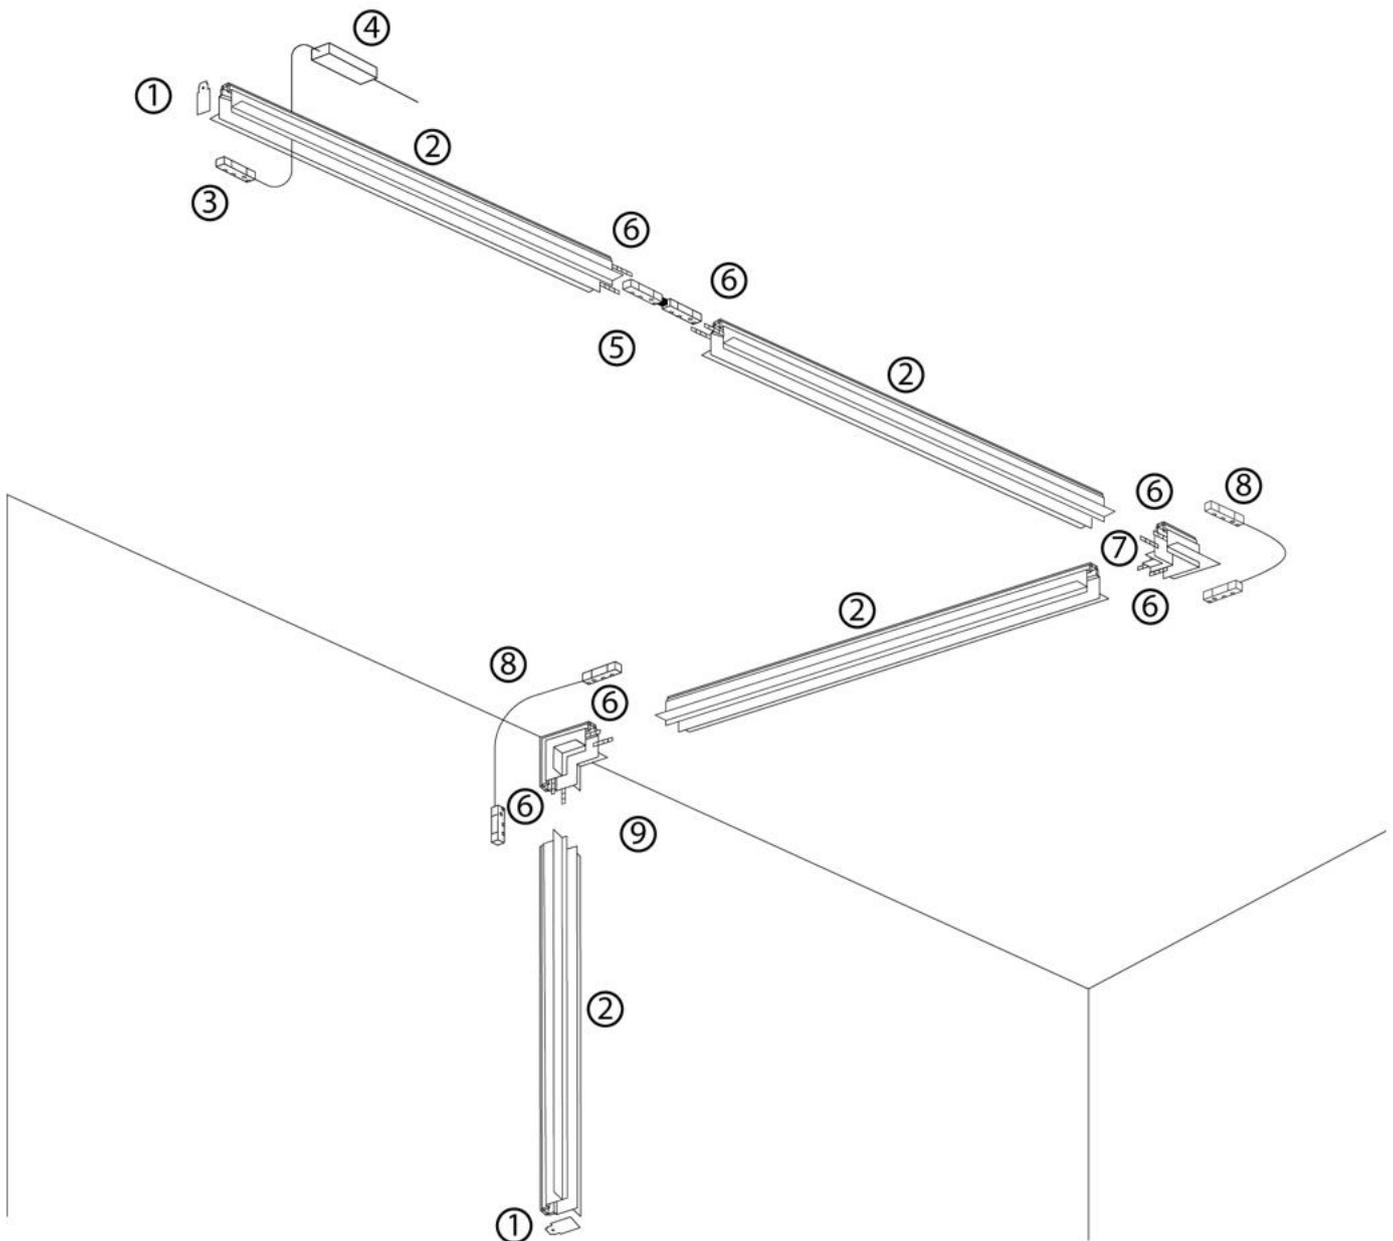

Рис. 2 Схема установки шинопровода SABM1001
- 6.3 Соберите необходимую вам систему шинпровода по аналогии со схемой, как показано на Рис. 2.